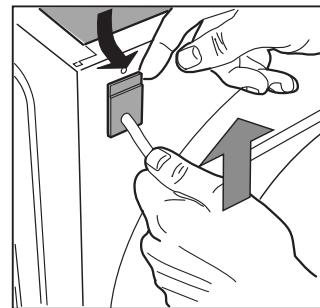

Fig. 5
**4. Allontana leggermente la parte superiore del passacavo dallo schienale, tira il cavo di alimentazione verso l'alto e quindi estrailo [fig. 5].**